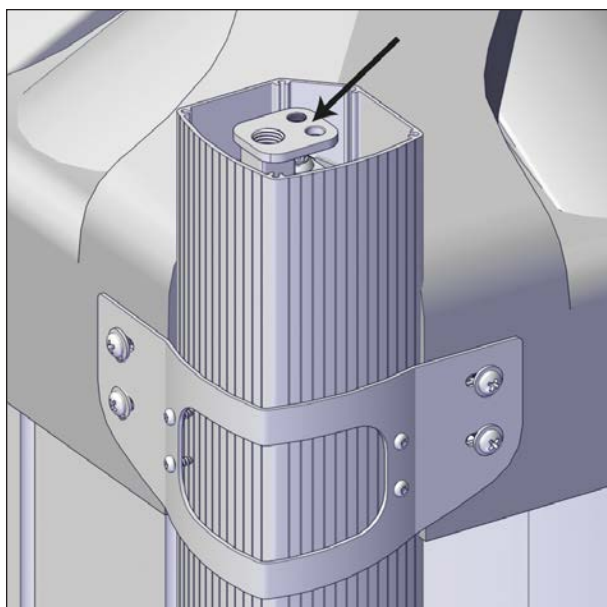

FIGURE 72: VÉRIN À L'INTÉRIEUR DES COLONNES
5. Soulever les vérins avec l'interrupteur à clé. Les quatre vérins à l'intérieur des colonnes se soulèvent, mais le couvercle doit rester immobile, voir Figure 72.